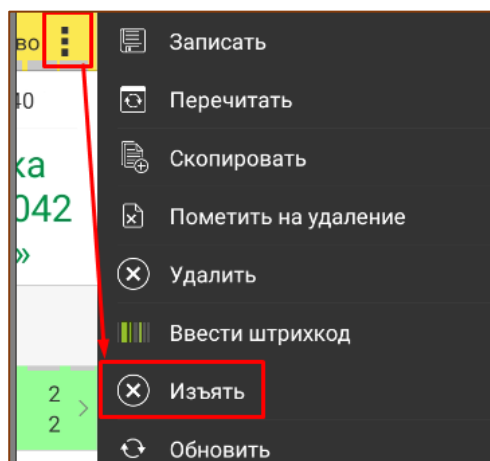

Рис. 8.12 – Изъятие КМ из групповой упаковки
- При необходимости можно изъять из упаковки КМ. Для этого в дополнительном меню необходимо выбрать пункт «Изъять» и отсканировать изымаемый код маркировки (Рис. 8.12).